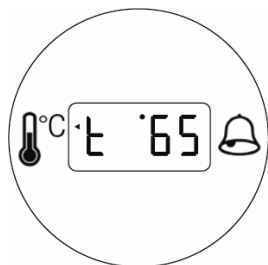

Рис. 4.2
- подайте электропитание на котел и установите переключатель режимов работы в положение «лето»  или «зима»  (рис. 4.2) в зависимости от того, какой режим работы вам нужен.
В случае поступления запроса на подогрев воды в контуре отопления котел включается. При этом зеленый световой индикатор начинает гореть постоянным светом. Цифровой дисплей загорается и начинает отображать температуру воды в системе отопления (рис. 4.2)